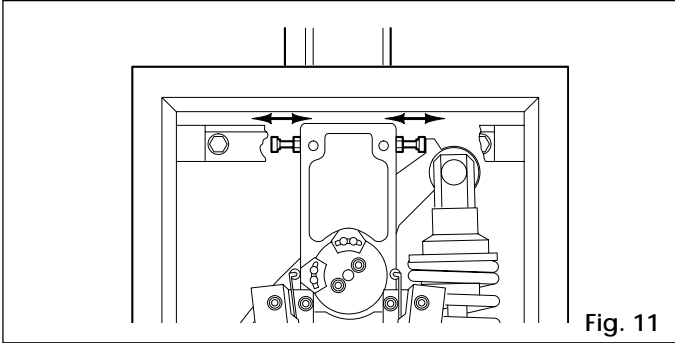

Fig. 11
- 5) Regular los topes mecánicos de final de carrera, de apertura y de cierre (fig. 11). Verificar el equilibrio del mástil según las instrucciones dadas en el apartado 4.4.